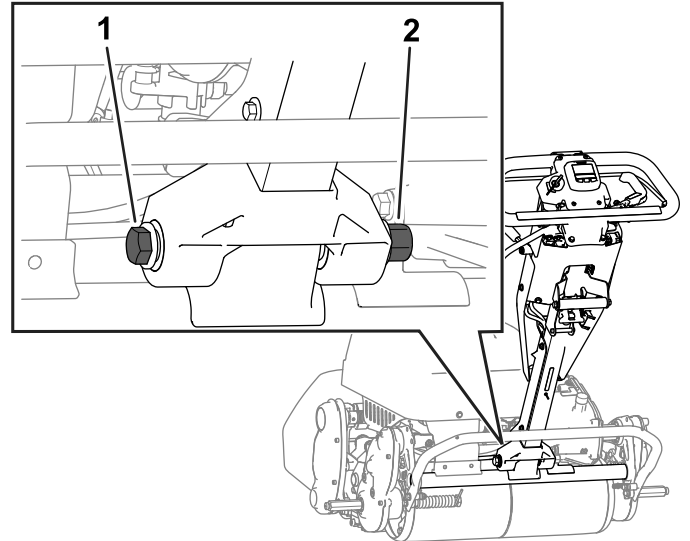

Figura 26
2. Afloje el perno y la tuerca, como se muestra en la Figura 26.